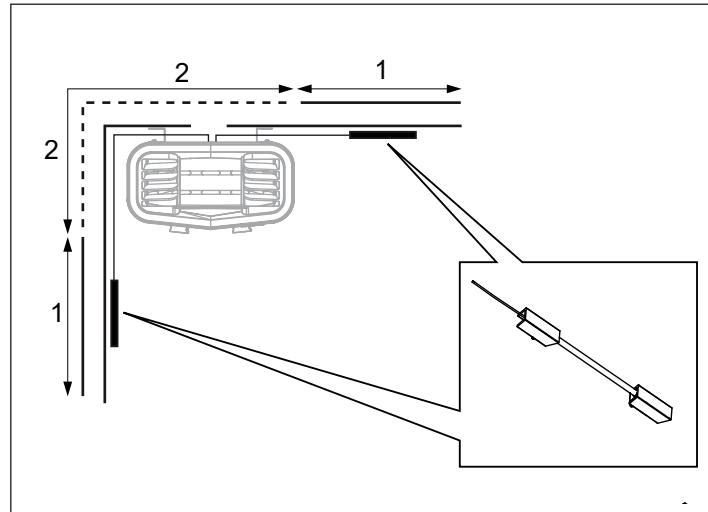

Abbildung 15: Positionierung des Temperatursensors
13. So platzieren Sie die Temperaturfühlerhalterung an der Wand (siehe Abb. 15). Wählen Sie möglichst Position 1. Position 2 führt zu einer niedrigeren Saunatemperatur.